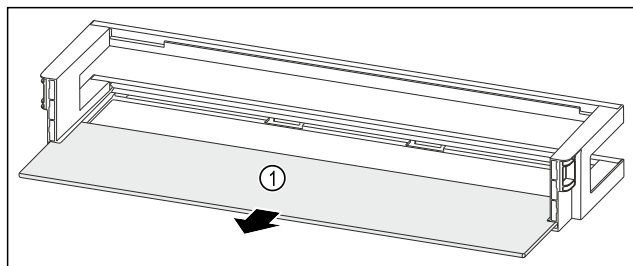

Fig. 118 Dvevní přihrádka s odkládací plochou
- Odkládací plochu Fig. 118 (1) odeberte.